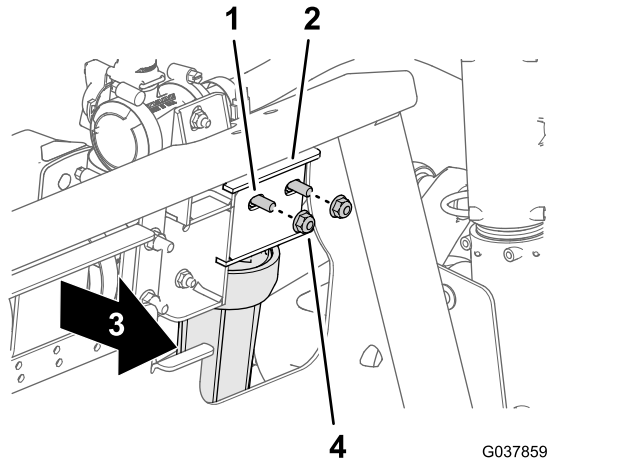

図 62
- バルブマウントの左前部で、水圧フィルタをマニホルドブラケットに固定しているフランジロックナット5/16インチ2個を取り外す 図 62。